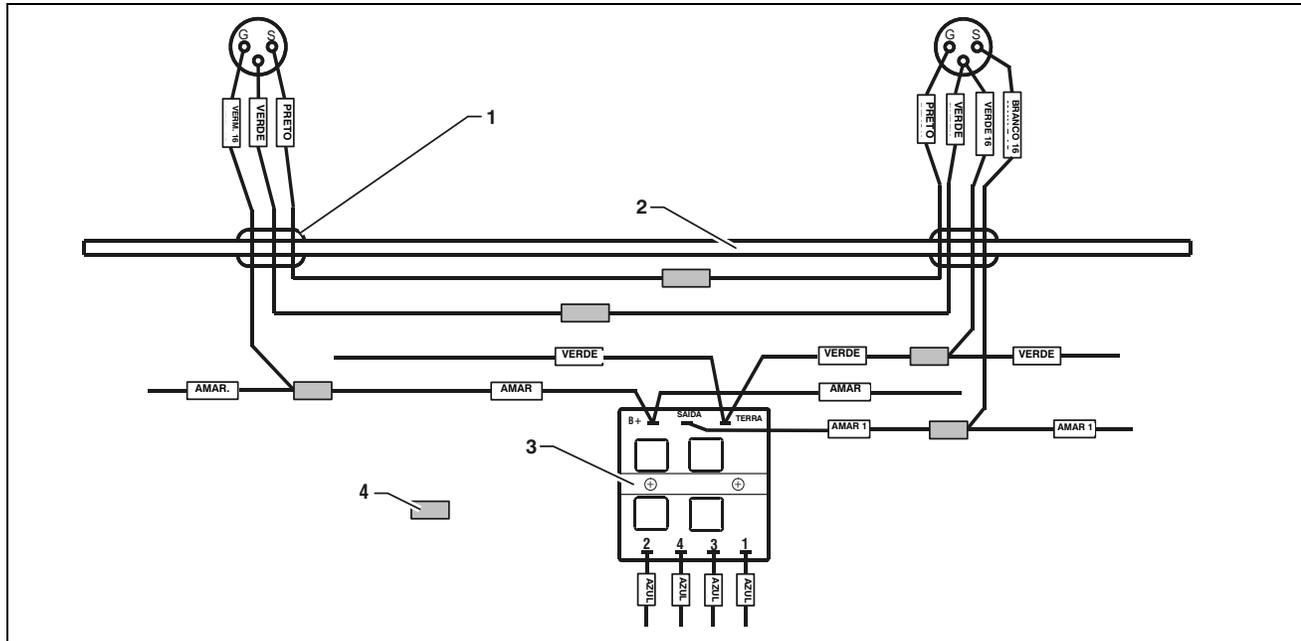

Figura 5-3. Cablagem do adaptador do pórtico automóvel para ligações da cablagem AM.
5. Instalar os grampos de mola na estrutura de base, no local dos orifícios perfurados, utilizando dois (2) parafusos nº 10-24 x 0.625 e duas (2) porcas com duas (2) anilhas por grampo de mola.
8. Ligar as extremidades das cablagens do adaptador e os cabos do relé de interbloqueio **tal como mostrado em Figura 5-3.**
9. Pressionar as duas (2) extremidades dos conectores de três (3) dentes nos grampos de mola montados na estrutura de base.